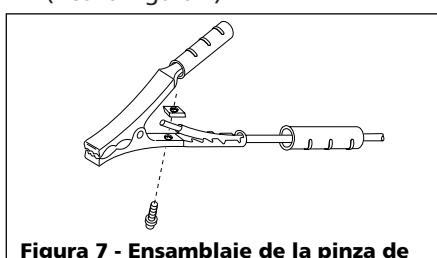

Figura 7 - Ensambelaje de la pinza de conexión a la pieza de trabajo
- Deslice el cordón (marcado WORK en la tapa frontal de la soldadora) a través del mango de la pinza y el cable pelado debajo de la pinza. Apriete el perno hex y cerciórese que el cable pelado esté bien sujetado (Vea la Figura 7).